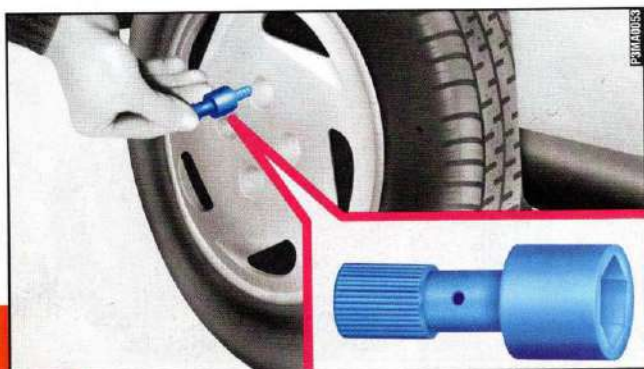

fig. 8
4) Inserire gli altri tre bulloni, utilizzando la prolunga fig. 8.